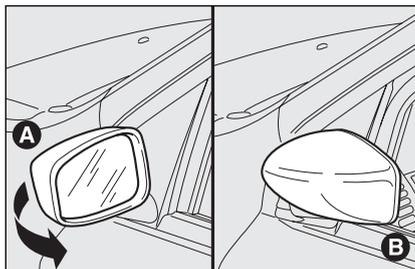

fig. 38
En cas de nécessité (par exemple lorsque l'encombrement du rétroviseur créé des difficultés dans un passage étroit) on peut plier les rétroviseurs de la position **A-fig. 38** à la position **B**.
**Pendant la marche, les rétroviseurs doivent toujours être en position A-fig. 38.**